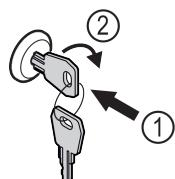

Fig. 131
- Πιέστε μέσα το κλειδί Fig. 131 (1).
- Περιστρέψτε το κλειδί 90° δεξιόστροφα Fig. 131 (2).